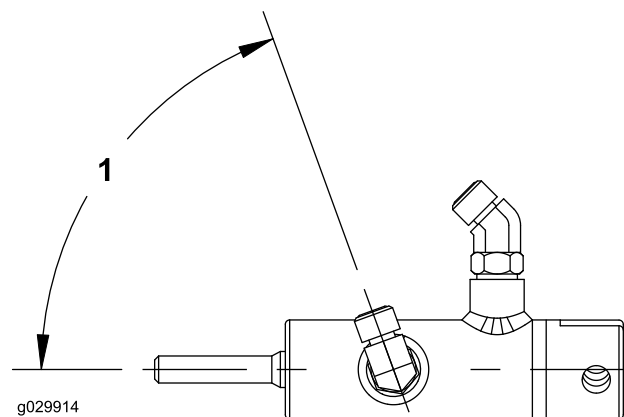

**Figure 3**
3. Orientez l'extrémité ouverte du raccord dans l'axe du vérin hydraulique (Figure 3).